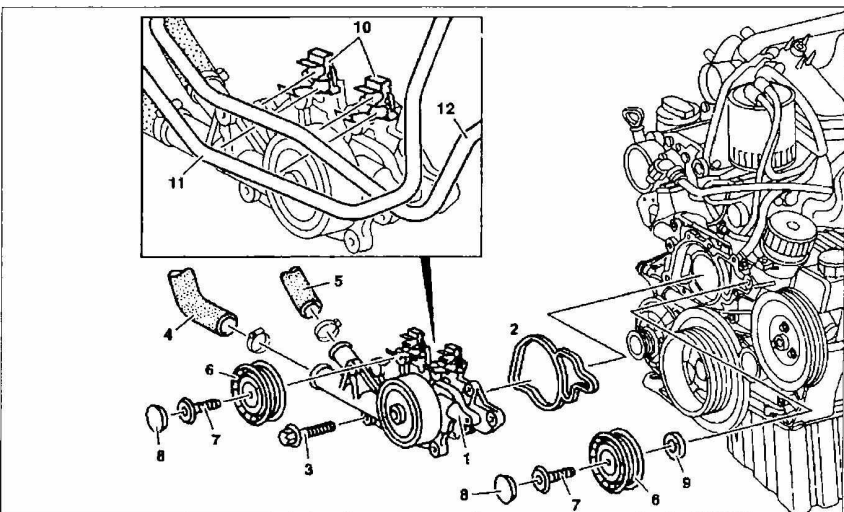

Рис. 52. Снятие и установка насоса системы охлаждения:
4. Отсоедините топливопроводы **11** и **12** от кронштейнов **10** на насосе системы охлаждения **1** (рис. 52).